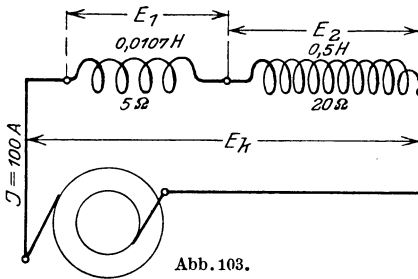

Abb. 103.
244. Durch zwei hintereinandergeschaltete Spulen (Abb. 103) fließt ein Wechselstrom von $100 [80] (100) \text{ A}$ und 50 Perioden. Der Echtwiderstand der ersten Spule ist $R_1 = 5 [7] (3) \Omega$, ihr Selbstinduktionskoeffizient $0,0107 [0,02] (0,03) \text{ Henry}$, der Echtwiderstand der zweiten Spule $R_2 = 20 [17] (8) \Omega$, ihr Selbstinduktionskoeffizient $0,5 [0,2] (0,1) \text{ Henry}$.